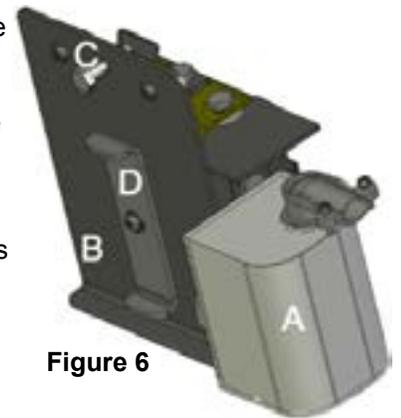

Figure 6
Quand le bois brûle bien, fermez la porte du bas. La commande de tirage automatique régule maintenant l'intensité de la combustion. La commande de chauffage minimum (voir fig. 6) sur la porte à clapet doit être réglée pour éviter que le feu s'éteigne ou devienne trop intense. Votre expérience vous permettra de choisir le meilleur réglage. Les deux commandes de réglage manuel du tirage sur la porte de chargement doivent normalement être fermées pendant la combustion du bois.
**Réglages de la commande du tirage** -L'admission d'air minimum exigera peut-être un réglage plus bas pour le charbon que pour le bois. Encore une fois, votre expérience vous permettra de déterminer le meilleur réglage. Le boulon de réglage de l'admission d'air maximum peut être réglé sur la position maximum pour une récupération rapide. Si on souhaite une durée de combustion plus longue que la normale, l'admission d'air maximum peut être diminuée. Ne réglez jamais le boulon d'admission d'air maximum quand la porte à clapet est ouverte. Voir figure 6 à la page 11.